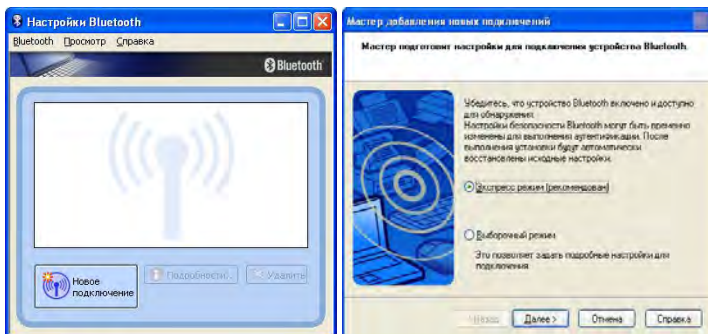

Рисунок 3
6.2.5 Для настройки подключения вызвать программу настройки Bluetooth (см. рисунок 3) и нажать кнопку «Новое подключение», а затем в Мастере добавления новых подключений выбрать Экспресс режим и нажать кнопку «Далее».